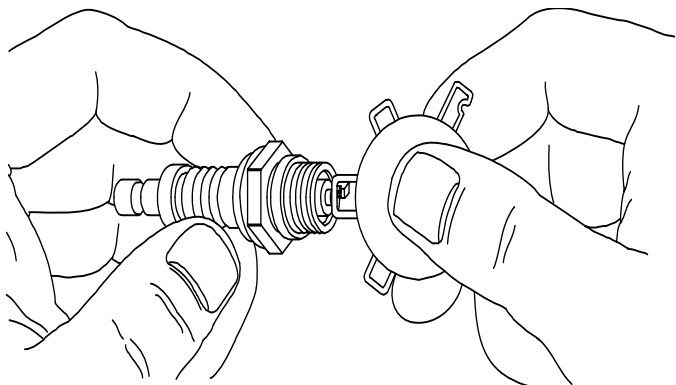

Figure 5-17. Régler l'écartement de la bougie
7. Voir **Figure 5-17**. Contrôler l'écartement des bougies à l'aide d'une jauge d'épaisseur à fils. Régler l'écartement en pliant l'électrode de masse avec précaution comme suit :